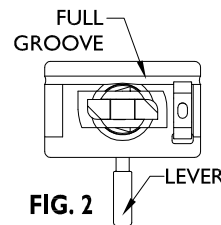

FIG. 2
1. Align FULL GROOVE in ADAPTER with BEAD on TRACK (FIG. 2 & 3)
1. Aligner la RAINURE COMPLÈTE de l'ADAPTATEUR sur le BOUDIN du RAIL. (FIG. 2 et 3)